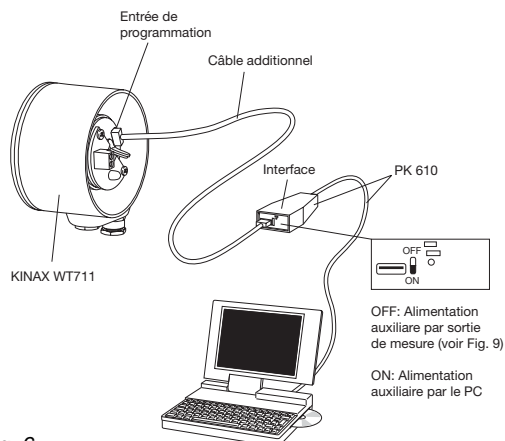
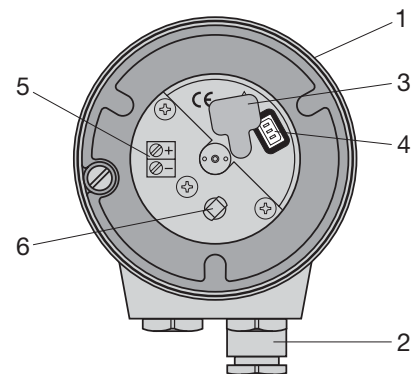

Fig. 6
Fig. 8. Boîtier (1), couvercle enlevé, avec bornes (5) et presse-étoupes (2).
1. Enlever le couvercle en matière plastique. En enlevant le cache en caoutchouc (3) le connecteur de programmation (4) devient accessible (voir chapitre «8.1 Raccorder les lignes» et Fig. 8). Raccorder le KINAX WT 711 selon Fig. 6 à l'équipement de programmation. Démarrer le logiciel 2W2. Configurer, si nécessaire, le convertisseur avec les caractéristiques désirées.
1. Mettre en service le convertisseur de mesure et le raccorder à l'équipement de programmation selon Fig. 6 (commutateur AUX du PK 610 sur OFF).